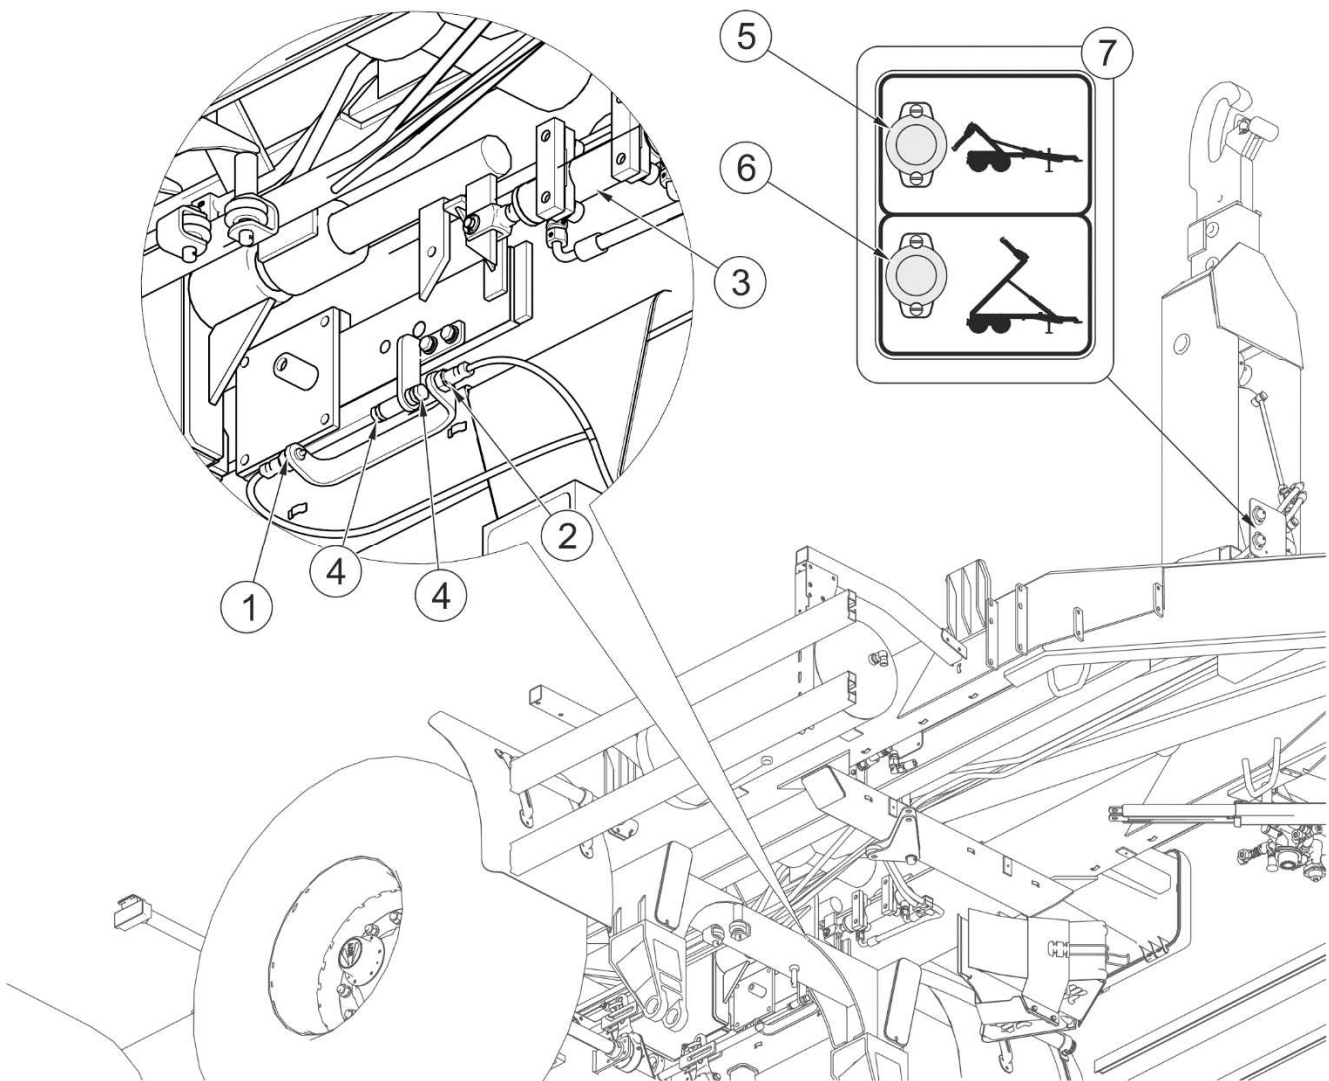

FIGURE 3.3 **Dispositif de blocage du châssis basculant**
(1) *microrupteur gauche*, (2) *microrupteur droit*, (3) *vérin de commutation*, (4) *boulon avec écrou*, (5) *feu de gabarit I*, (6) *feu de gabarit II*, (7) *plaque de signalisation*
La commande du dispositif de blocage du châssis basculant s'effectue depuis la cabine du tracteur, à l'aide du levier du distributeur hydraulique de l'installation hydraulique externe du tracteur (en actionnant le microrupteur correspondant (1, 2) du vérin de commutation (3) – figure 3.3). Lors du bennage, le châssis intermédiaire doit être immobilisé avec le châssis arrière (le vérin de commutation est entièrement déployé). Le microrupteur gauche (1) doit être enfoncé lorsque la remorque est en position „basculement” – dans cette position, le témoin II (6) doit s'allumer sur la plaque de signalisation (7). Le châssis basculant entier est soulevé à l'aide du vérin.